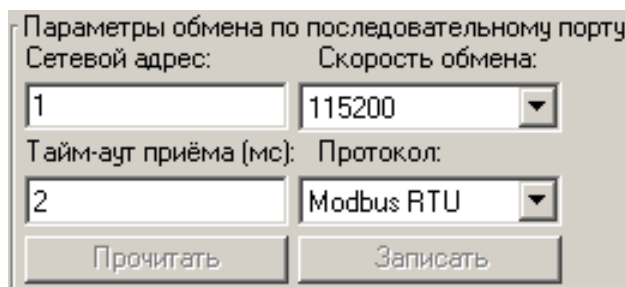

Рисунок 12 – Устанавливаемые параметры интерфейса
3. Установить требуемые для внешнего устройства параметры обмена по последовательному порту (рисунок 12).